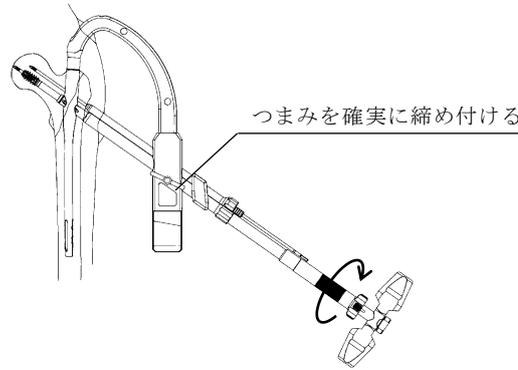

図3
- 3) SS ネイルの手技に従い SS ロングネイルを髓腔へ挿入し、SS ラグスクリュー用 T レンチ（ソケット型）にてラグスクリューを挿入します。コンプレッションをかける場合、T型ラグつまみを確実に締め付け、ラグスクリュー用スリーブが動かないよう確実に固定して下さい。このとき、ラグスクリュー用スリーブの先端が骨面に密着していることを確認して下さい。（図3）